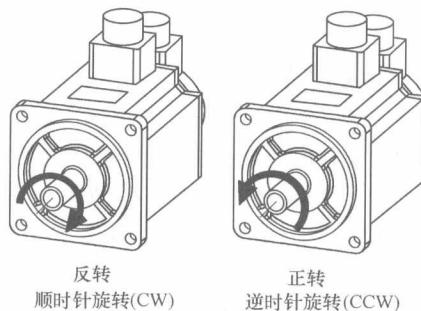

图1-2 电机旋转方向定义
- 7) 电机旋转方向定义：面对电机轴伸，转动轴逆时针旋转(CCW)为正转，转动轴顺时针旋转(CW)为反转，如图1-2所示。